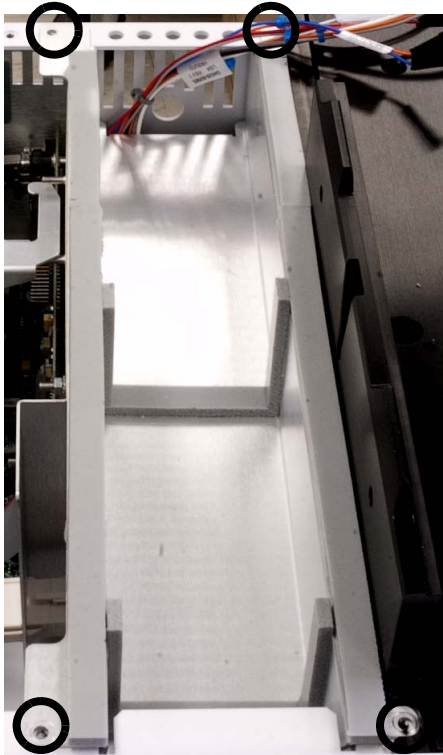

图 34 将螺丝安装到 Peltier 电源控制板支架
- b 安装四个 T-20 Torx 螺丝，将 Peltier 上方电源控制板支架固定到主机机箱上（图 34）。